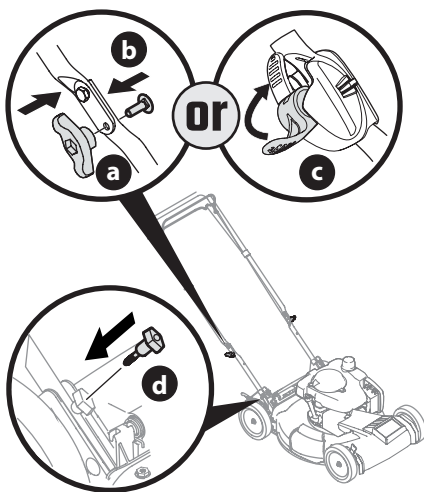

Figura 4
5. Vuelva a ajustar las perillas o las tuercas de aletas (a) y los pernos de carro (b) que se extrajeron en el PASO 1 en los orificios inferiores de la manija o trabe las palancas de liberación de la manija EZ-fold (c) (Figura 4).
6. Inserte los pernos T (d) que se extrajeron en el PASO 2 a través de los soportes de la manija y la manija inferior (Figura 4) y ajuste bien para asegurar la manija en su lugar.